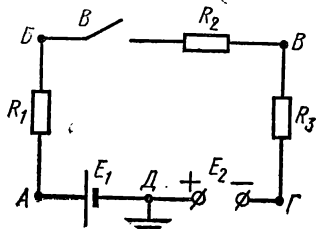

Рис. 2.13
Если заземлить какую-либо точку цепи (рис. 2.13) и отрицательный зажим вольтметра соединить с ней, а положительный зажим присоединить к точке с положительным потенциалом, то стрелка вольтметра отклонится вправо. И наоборот, если стрелка отклоняется влево, то следует поменять местами проводники вольтметра и произвести измерение потенциала, который следует считать отрицательным.
5. Для заданных преподавателем значений э. д. с. и сопротивлений рассчитать потенциалы всех точек в схемах рис. 2.13, 2.14, 2.15, считая, что внутренние сопротивления равны нулю. Результаты записать в табл. 2.7.
2. Собрать цепь (см. рис. 2.13) и показать ее преподавателю для проверки.
1. По полученным опытным и расчетным данным для схемы рис. 2.13 построить потенциальные диаграммы в одной системе координат и сравнить их.